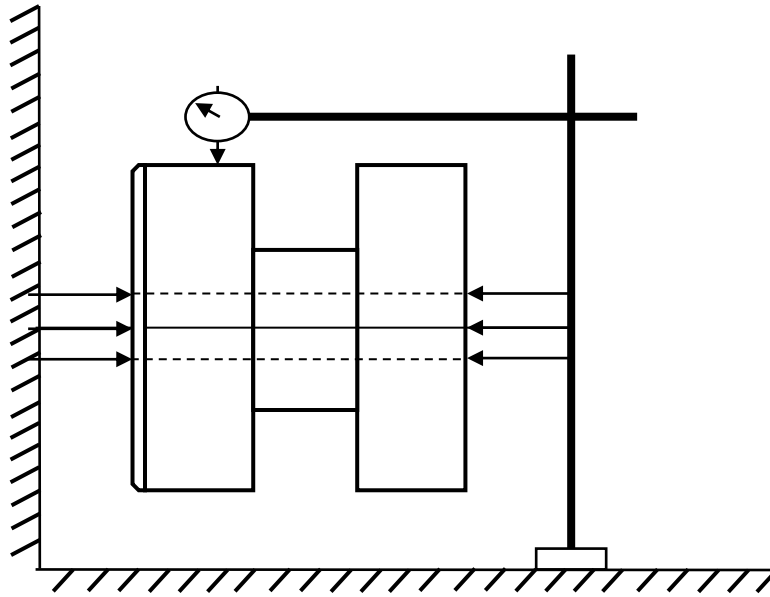

Figure 1: Montage de contrôle de co-axialité
- a. On monte la pièce sur un support, dans notre cas, on rentre une pige cylindrique encastrée avec le support du comparateur dans le trou percé pour fixer la pièce. Cette pige a le même axe de révolution que le trou percé. Voir la figure 1.